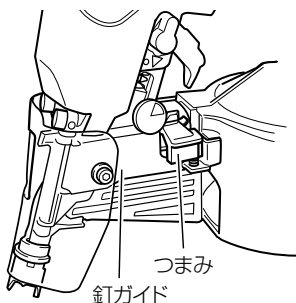

図 30
- 固定爪①と固定爪②の動作がスムーズであることを確認してください。動作がスムーズでないと、釘が後ろに曲がって打たれる恐れがあり、けがの原因になります。
- つまみの摺動部はときどき掃除し、付属の油を注油してください。（図 30）